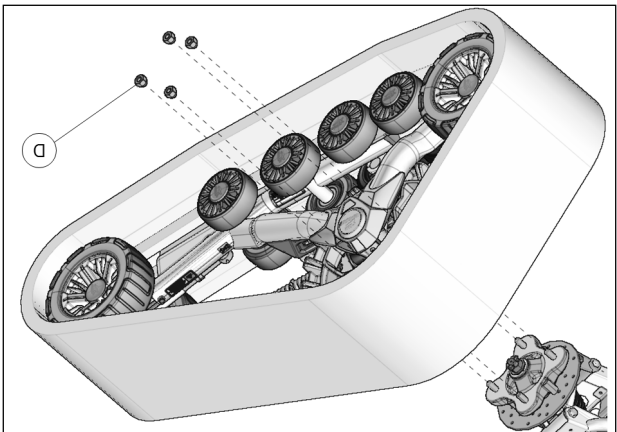

Fig. 8
8. Fixer le système de traction au moyeu de roue arrière. Utiliser les écrous de roue (D) fournis. Voir la Fig. 8